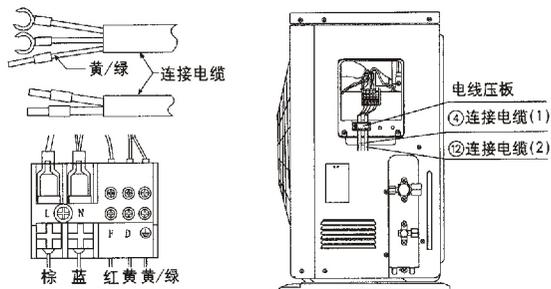

图15
- (1) 把连接电缆按电气接线图所示正确地牢固连接。(紧固力为 $0.8 \sim 1.5N \cdot m$)
- (2) 用电线压板将连接电缆压住后, 用螺钉紧固, 按图15安装。